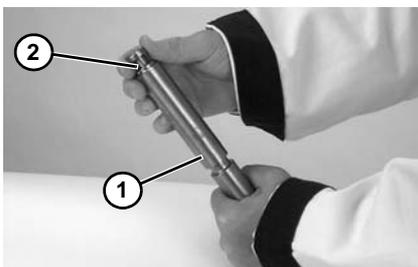

Figure 80
2. Inspecter la broche (**Figure 80, élément 1**). La remplacer si elle est usée.
3. Glisser le roulement (**Figure 80, élément 2**) sur la broche.